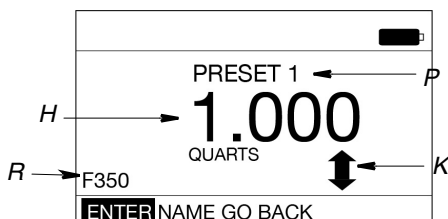

图 46
2. 显示图 46 中所示的屏幕。
- P 预设标题** - 指示要设置的预设选项。图 46 中的示例显示 PRESET1。这意味着您正在设置列表中 PRESET1 的预设参数。
- R 名称** - 有关预设的其他信息，例如发动机类型或车辆品牌/型号、流体类型等。图 46 中显示的示例显示 PRESET1 显示屏上名称字段 F350。
确保 ENTER 在显示屏左下角高亮显示 (图 46)。
1. 使用键盘上的向上或向下箭头按钮增加或减少预设量 (H) (图 46)。
1. 使用键盘上的向右箭头高亮显示名称 (图 46)。按下键盘中间的 ENTER 按钮以选择名称。